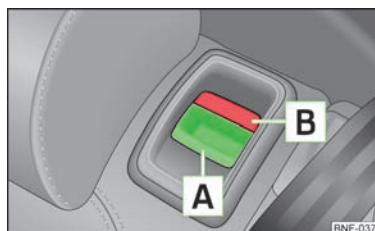

Fig. 36
- Premendo la maniglia di sblocco A, » fig. 36 sbloccare lo schienale e ribaltarlo completamente.
- Assicurarsi che la marcatura rossa B » fig. 36 non sia più visibile.